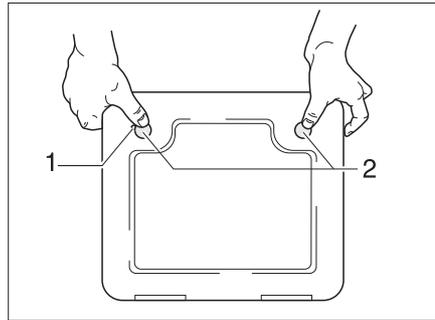

Bild 282 Klappe für die Toiletten-Kassette
- Die Klappe für die Kasette außen am Fahrzeug öffnen. Dazu den Schlüssel in den Schließzylinder des Druckschlösses (Bild 282,1) stecken und eine viertel Umdrehung drehen.
- Beide Druckschlösser (Bild 282,2) gleichzeitig mit dem Daumen drücken und die Klappe für die Kasette öffnen.